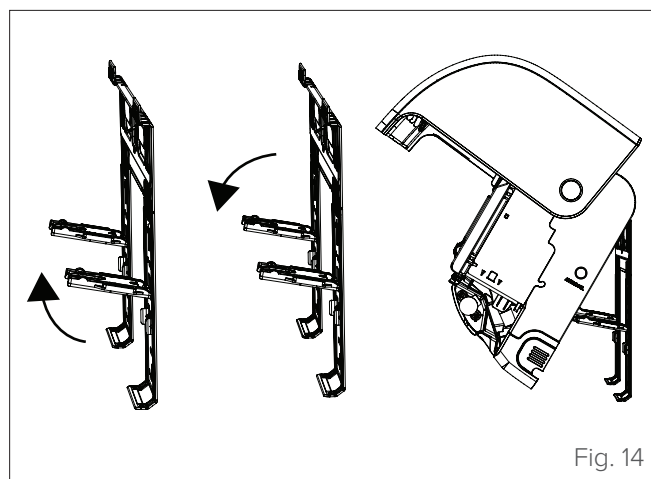

Fig. 14
- 2 Utiliser les supports de la plaque de montage pour soulever l'unité afin qu'il y ait suffisamment d'espace pour connecter les lignes frigorifiques, les câbles électriques et le tuyau de drainage (voir «Fig. 14»).